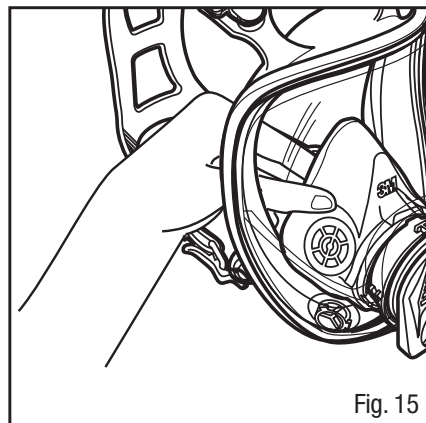

Fig. 15
1. Retirer l'ensemble coquille nasale (sauf dans les systèmes Powerflow^{MC} 3M^{MC}) en l'éloignant de l'adaptateur central situé à l'intérieur du masque (Fig. 15).
1. Retirer l'ensemble coquille nasale en l'éloignant de l'adaptateur central situé à l'intérieur du masque (Fig. 15).